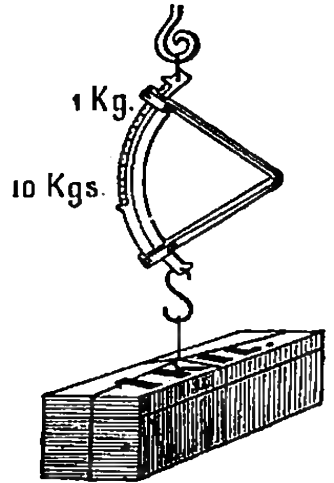

Fig. 525. — Peson à ressort.
7. Le peson à ressort. — Le *peson à ressort* (fig. 525) sert aussi à peser; il ne repose pas sur la théorie des leviers, mais sur l'élasticité de l'acier. Il comprend une lame d'acier, courbée en forme de V. Deux arcs métalliques sont fixés l'un à la branche supérieure, l'autre à la branche inférieure; le premier porte un crochet où l'on suspend le corps à peser, et l'autre, qui est gradué, un anneau pour soutenir le tout. Chacun de ces arcs traverse librement la branche opposée.